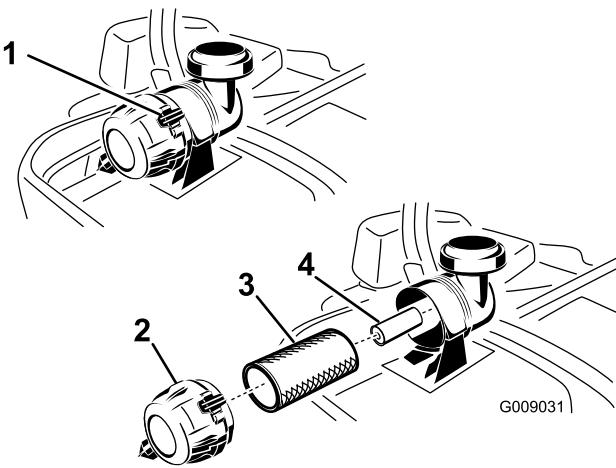

Bild 47
3. Üben Sie Druck aus, um die Riegel am Luftfilter zu lösen, und ziehen Sie die Abdeckung vom Gehäuse ab (Bild 47).
5. Schieben Sie den Hauptfilter vorsichtig aus dem Luftfiltergehäuse heraus (Bild 47). Vermeiden Sie ein Anstoßen des Filters an der Seite des Gehäuses.
1. Reinigen Sie den Papierfilter nicht sondern tauschen Sie ihn aus (Bild 47).
2. Wenn Sie den sekundären Luftfilter austauschen, schieben Sie ihn vorsichtig in das Filtergehäuse ein (Bild 47).
3. Schieben Sie den Hauptfilter vorsichtig auf den sekundären Filter (Bild 47). Stellen Sie sicher, dass dieser einwandfrei einliegt, indem Sie beim Einbauen auf den äußeren Rand des Filters drücken.
4. Setzen Sie die Luftfilterabdeckung auf (Entlüfterdeckel nach unten) und drehen sie so, dass die Riegel in der Abdeckung einrasten (Bild 47).